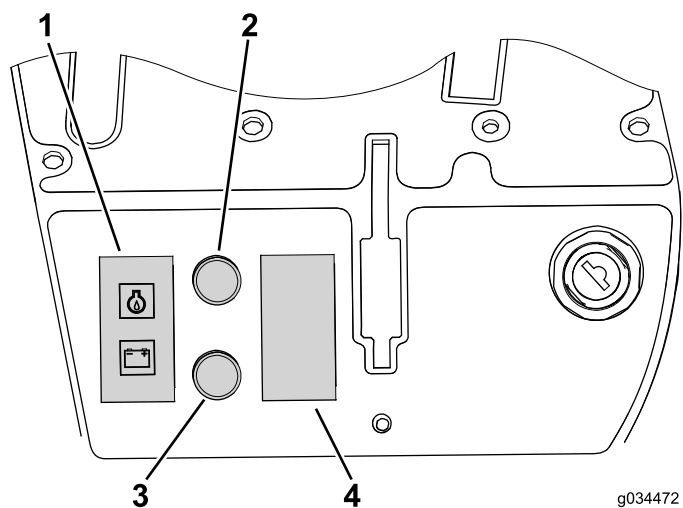
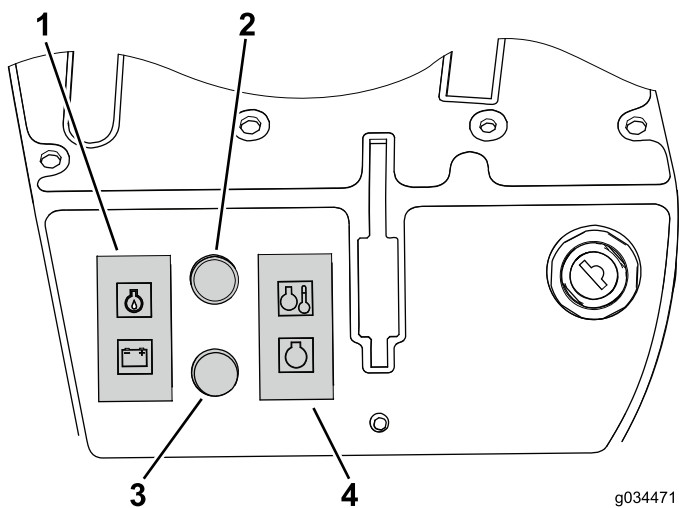

图29
图30
4. 将之前卸下的警报指示器或孔塞装入相应的开口（图29 和 图30）。